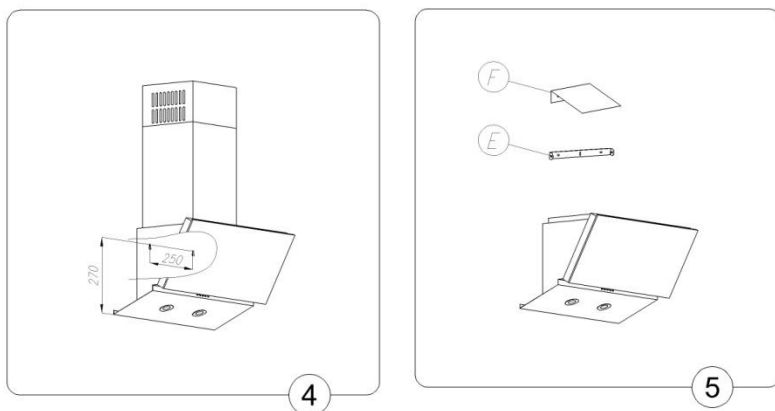

Рис. 3
3. Высверлить в стене отверстия диаметр которых должен соответствовать диаметру монтажных дюбелей, которые необходимо поместить в этих отверстиях (Рис.3 поз. G и H).